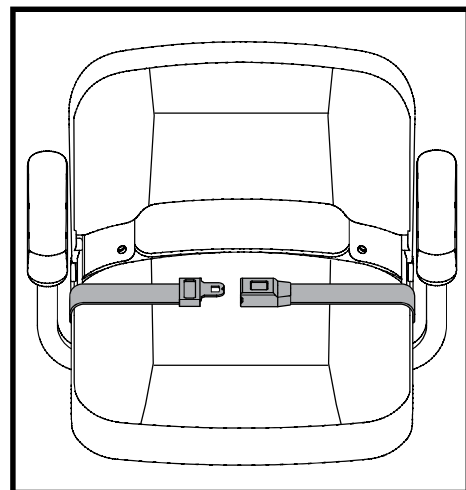

Abb. 30. Rückhaltégurte
Ihr Elektromobil ist mit einem KFZ-typischen Rückhaltégurt ausgestattet, der dem Benutzer angepaßt werden kann. **Siehe Abb. 30.** Der Rückhaltégurt wurde konzipiert, um ein Auf- oder Abwärtsrutschen des Fahrers zu verhindern. Der Rückhaltégurt ist nicht als Rückhaltesystem entwickelt worden.
1. Schloßzunge in das Schloßteil stecken, bis der Schnellverschluß hörbar einrastet. **Siehe Abb. 30.**